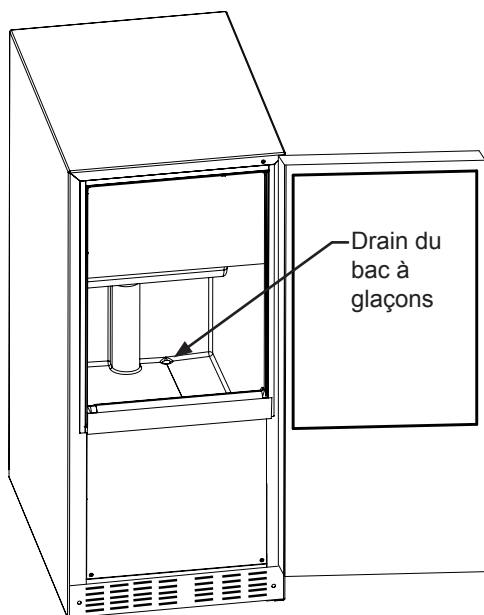
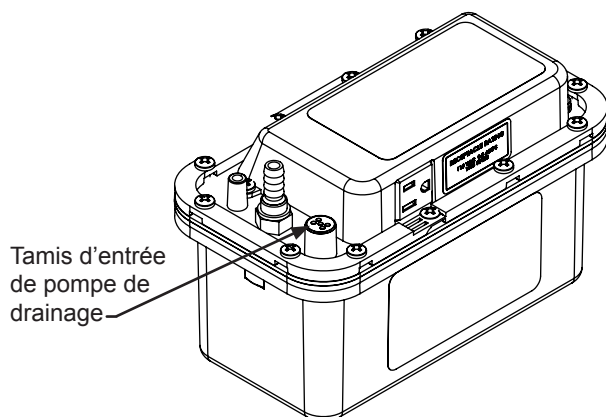

Figure 14
Figure 15
- Vérifiez que le drain du bac à glaçons dans le meuble est bien ouvert et exempt de matières étrangères qui bloqueraient l'écoulement d'eau vers la pompe de drainage (Voyez la Figure 14).
- Contrôlez que le tube d'arrivée de la machine à glaçons à la pompe de drainage est bien ouvert et exempt de toute matière étrangère. Inspectez le tamis en haut du tube d'arrivée pour vous assurer que rien ne bloque l'écoulement d'eau vers la pompe (voyez la Figure 15).
- Contrôlez le drain du bac à glaçons (Voyez la Figure 14) et le tamis d'entrée de la pompe de drainage (Voyez la Figure 15) pour la présence d'éventuels débris que vous nettoierez selon le besoin.